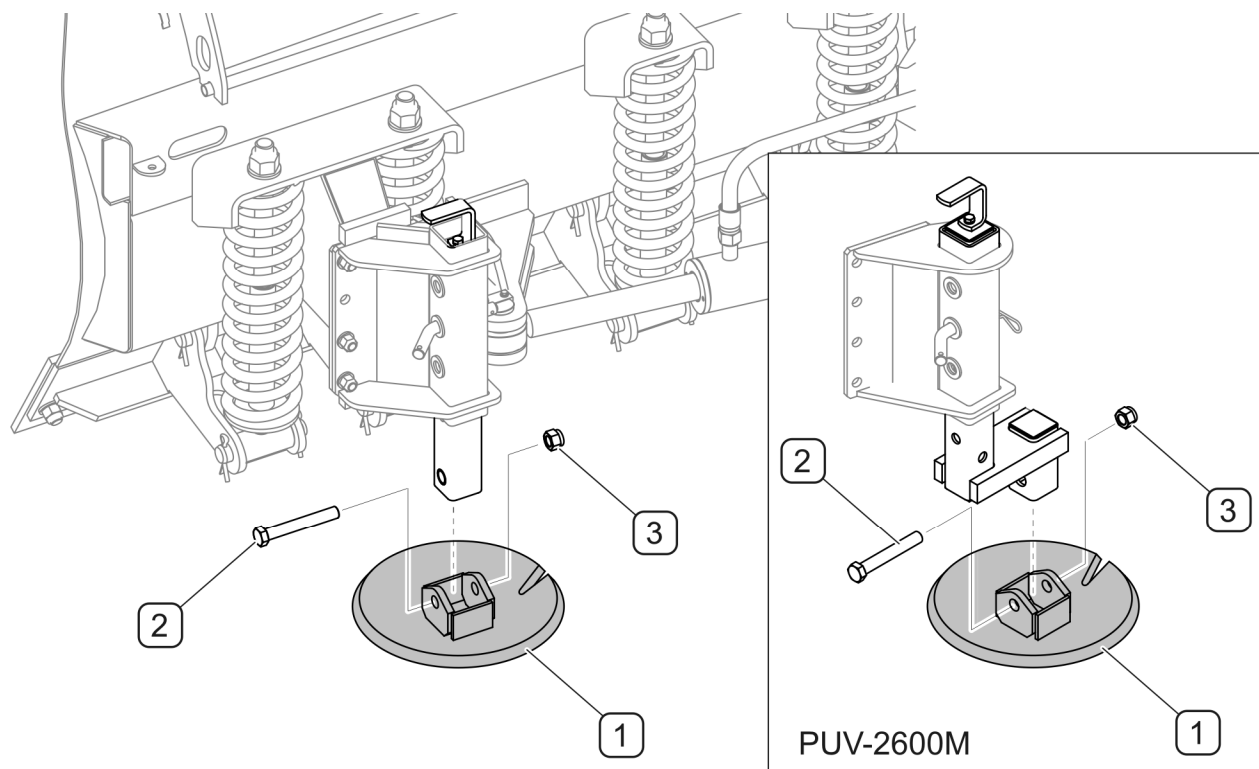

FIG 5.4 Udskiftning af glideplade
(1) - glideplade; (2) - skrue M16x110-8.8; (3) - møtrik M16-8
Er dele af glidepladen (FIG 5.4) for slidte eller defekte skal de udskiftes med nye. For at kunne gøre dette løftes sneploven og den understøttes vha. understøtninger, der kendetegnes ved tilstrækkelig stabilitet og styrke. Er sneploven ophængt og løftet på det forreste 3-punktsophæng skal den derudover sikres for at forhindre nedsænkning og traktoren skal bremses (motoren slukkes og parkeringsbremsen aktiveres). Møtrik (3) skrues af og skrue (2), hvorved glidepladen (1) med skyderen er fastgjort, udtages. Glidepladen (1) og de øvrige dele kontrolleres mhp. beskadigelser eller overdreven slitage. En fortegnelse over glidepladens arbejdsdele inkl. varenumre vises i TABEL 5.4